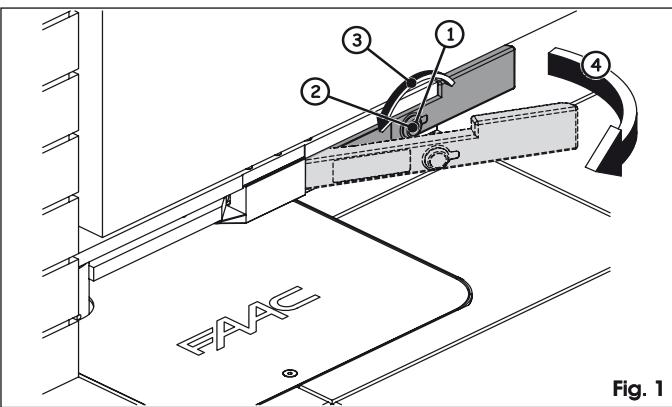

Fig. 1
- Schutzbdeckung des Elektroschlusses öffnen (Abb. 1 Bez. ①)
- Entriegelungsschlüssel in das Schloß einstecken (Abb. 1 Bez. ②)
- Schlüssel bis zum Anschlag in Pfellerrichtung drehen (Abb. 1 Bez. ③)
- Hebel hochziehen (Abb. 1 Bez. ④)